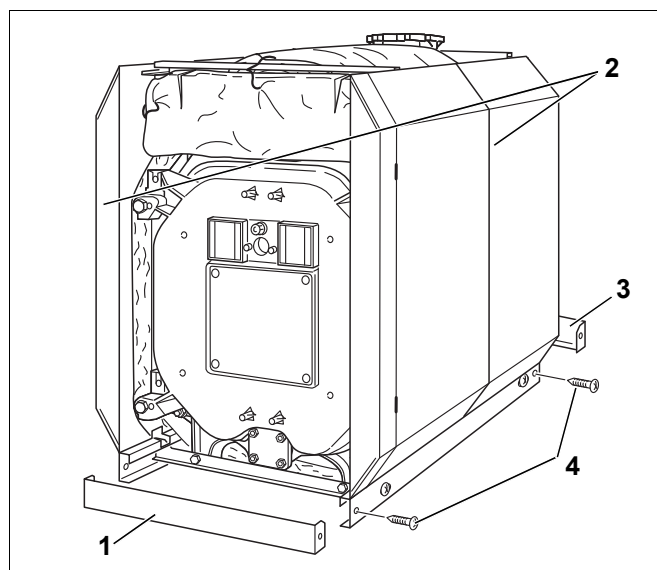

Рис. 51 Установка цокольных планок
- ▶ После выравнивания боковых стенок (рис. 51, [2]) в вертикальной плоскости, можно окончательно затянуть саморезы крепления цокольных планок (рис. 51, [4]).
- ▶ Задвиньте цокольные планки (рис. 51, [1] и [3]) спереди и сзади в продольные цокольные планки. Отбортовка должна находиться внизу и быть направлена к котлу (рис. 51).